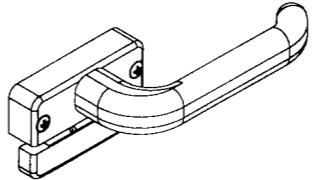

Fig. 2
- Fissare la basetta con le viti M5x20 in dotazione utilizzando i fori A (Fig. 2) per foratura a mm. 6,5 o a mm. 10 oppure i fori B (Fig. 2) per foratura a 13 mm.
- Fix the base with the M5x20 screws supplied using the holes A (Fig. 2) to drill at 6.5 mm or at 10 mm, or the holes B (Fig. 2) to drill at 13 mm.
- Fixer la plaque en vissant les vis M5x20, fournies avec le dispositif, dans les trous A (Fig. 2) pour les cotés 6,5 mm ou 10 mm, ou dans les trous B (Fig. 2) pour la cote 13 mm.
- Die Platte mit den mitgelieferten Schrauben M5x20 befestigen; bei Maß 6,5 mm oder 10 mm die Bohrungen A (Abb. 2) bzw. bei Maß 13 mm die Bohrungen B (Abb. 2) verwenden.